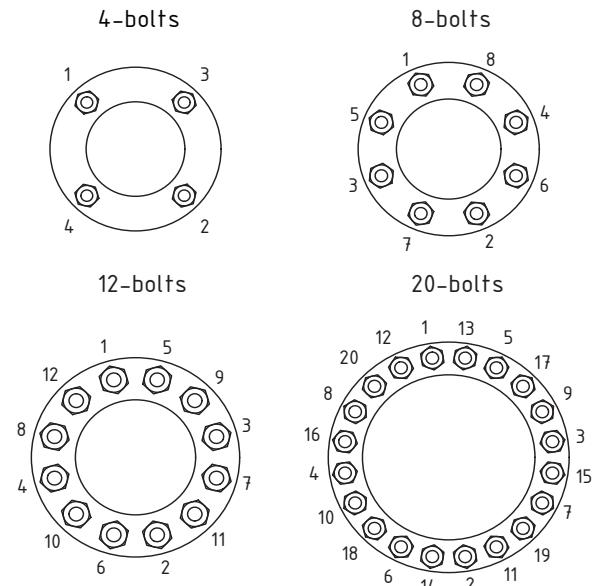

图 7
19.在阀体的凹槽中安装螺旋形的阀体垫圈 (5)。
20.将阀体 (#1) 和阀尾 (#2) 连接起来 (两侧的字母朝向相同), 按照图 7 所示的交叉模式安装并拧紧阀体螺柱螺母。